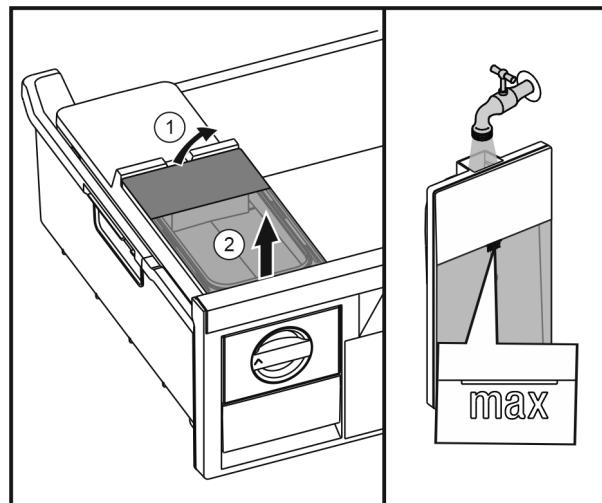

Fig. 29
- Nadvihnite nádržku na vodu zozadu Fig. 29 (1) a odoberte ju nahor Fig. 29 (2).